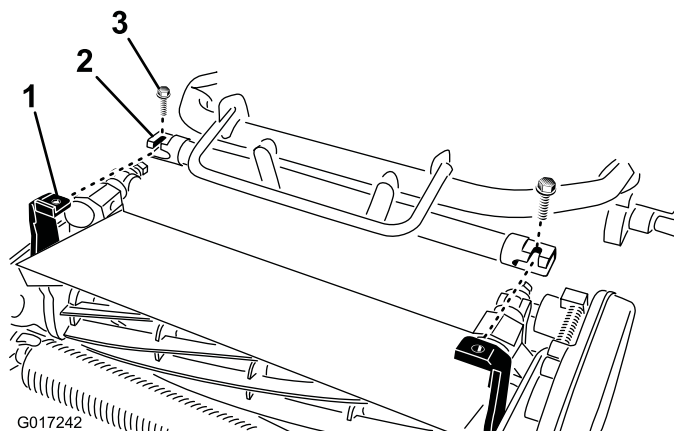

図 5
4. トラクションユニットのフレーム (図 5) を前方に引き出してカッティングユニットのピボットアームに接続する。
5. トラクションユニットのフレームをカッティングユニットのピボットアームに固定する; 3/8 x 3/4 インチのボルト (2本) を使用する (図 5)。